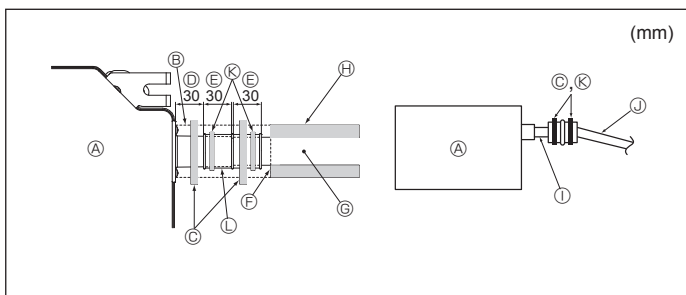

Fig. 3-2
- ① TUBE PVC D.E. \varnothing 38 pour la mise en place groupée des tuyaux. (Isolation de 9 mm minimum)
- ① Jusqu'à 850 mm
1. Raccordez la prise d'écoulement (fournie avec l'appareil) à l'orifice de drainage. (Fig. 3-2)